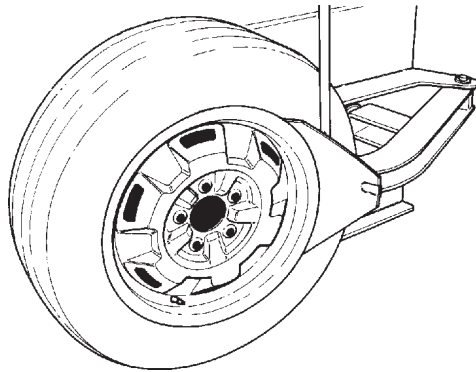

Fig. 4.1-2
**B. Détalonner le flanc extérieur et intérieur de la roue. Maintenir ouvert l'outil de décollage, faire tourner l'ensemble pneu/jante dans la zone de l'outil de décollage (Fig. 4.1-2). S'assurer que l'ensemble pneu/jante est bien à plat contre les patins de l'outil de décollage sur le côté de la machine. S'assurer que la lame de l'outil de décollage n'est pas au-dessus de la partie supérieure**
Effectuer cette opération avec beaucoup de précautions. Eviter de maintenir trop longtemps la pédale du détalonneur pressée. Il pourrait provoquer accidentellement la rupture du talon (Fig. 4.1-2).